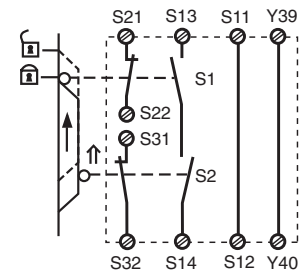

Fig. 7: Control de puerta protectora bicanal, rearme automático/Controllo bicanale riparo mobile, start automatico/Tweekanalige hekbewaking, automatische start
- Fig. 7: Rearme automático para el control de puerta protectora: El dispositivo está preparado para rearmarse con puerta protectora abierta, mediante el circuito de rearme S13-S14. Después de cerrarse los circuitos de entrada S11-S12, S21-S22 y S31-S32 se cerrarán los contactos de seguridad.
- Fig. 7: start automatico per controllo riparo mobile: con riparo mobile aperto, il dispositivo è pronto per lo start attraverso il circuito di start S13-S14. Dopo la chiusura dei circuiti di ingresso S11-S12, S21-S22 e S31-S32 i contatti di sicurezza vengono chiusi.
- Fig. 7: Automatische start bij hekbewaking: Het apparaat is bij geopend hek via het startcircuit S13-S14 startklaar. Na sluiten van de ingangscircuits S11-S12, S21-S22 en S31-S32 worden de veiligheidscontacten gesloten.